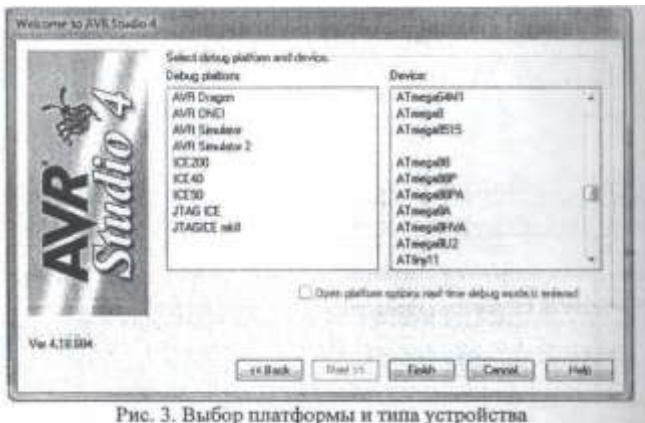

Рис. 3. Выбор платформы и типа устройства
3. После выбора языка программы и имени проекта появляется окно выбора платформы (Debugplatform) и устройства (Device). Здесь необходимо выбрать AVR Simulator и процессор ATmega8535, который используется в лабораторном стенде. После этого следует нажать кнопку «Finish» (рис. 3).